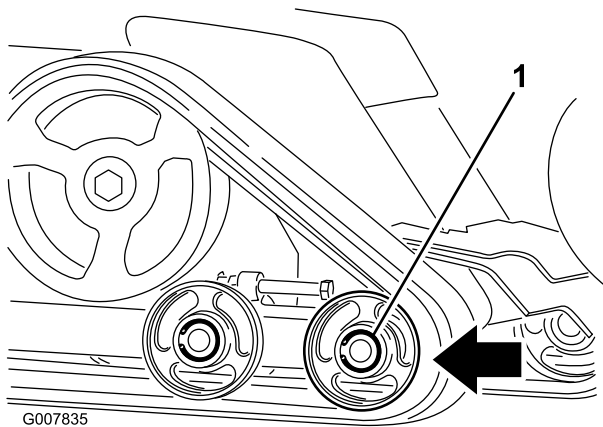

Figure 50
6. Poussez le galet de roulement avant vers l'arrière aussi loin que possible (Figure 50).
8. Lorsque la chenille est déchaussée, déposez-la de la machine (Figure 50).
9. Pour installer la chenille neuve, commencez par l'enrouler autour du pignon d'entraînement, en veillant à ce que les crampons s'engagent correctement entre les entretoises du pignon (Figure 50).
10. Poussez la chenille sous et entre les galets de roulement arrière et central (Figure 50).